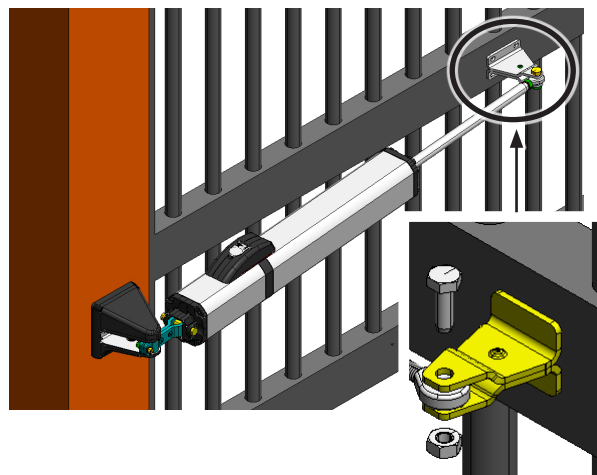

Fig.15 A
* En cas d'utilisation des butées intégrées de fermeture, et en présence de l'application à double vantail avec chevauchement, éviter que le vantail 1 n'appuie contre le vantail 2 (Fig. 15b réf. ①). Pour obtenir ce résultat, il est possible d'agir sur l'articulation, en la vissant davantage sur la tige, de manière à laisser un espace d'environ 10 mm entre les deux vantaux avec un franco de circa 10mm, (Fig. 15 brif. ②).